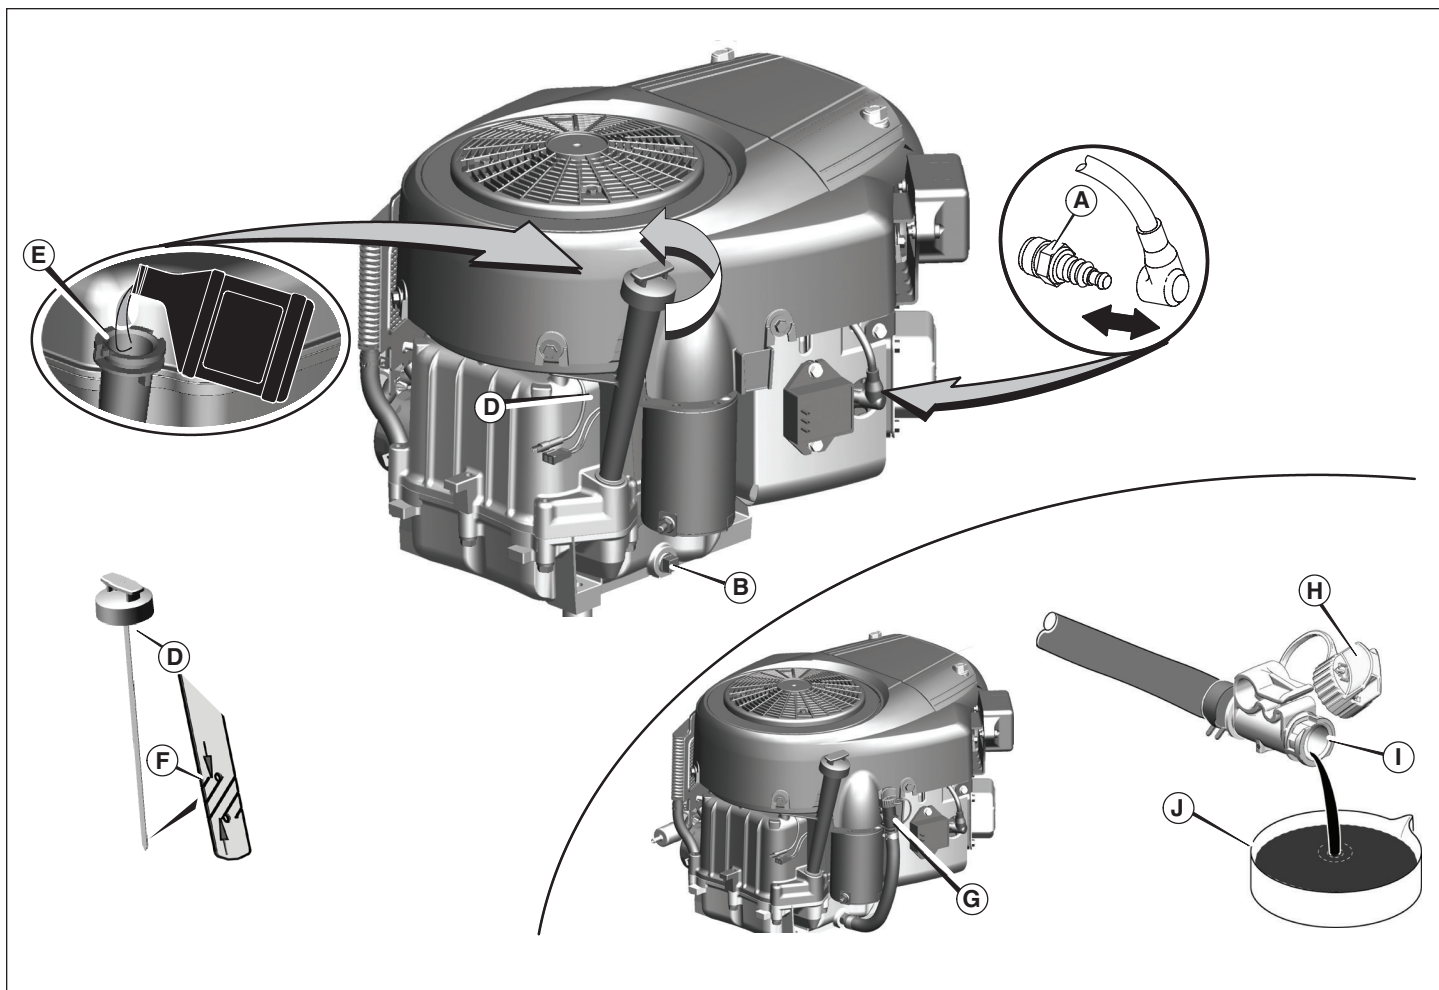

Figura 20
1. Con el motor apagado, pero aún caliente, desconecte el cable de la bujía (A, Figura 20) y manténgalo alejado de la bujía.
2. Retire la varilla de aceite (D).
1. Retire el tapón de drenaje de aceite (B, Figura 20). Vacíe el aceite en un recipiente adecuado.
1. Desconecte la manguera de drenaje de aceite (G, Figura 20) del lado del motor.
2. Gire y retire la tapa de drenaje de aceite (H). Con cuidado, baje el drenaje rápido de aceite (I) a un recipiente aprobado (J).
1. Retire la varilla de aceite (**D**, Figura 20) y límpiela con un paño limpio.